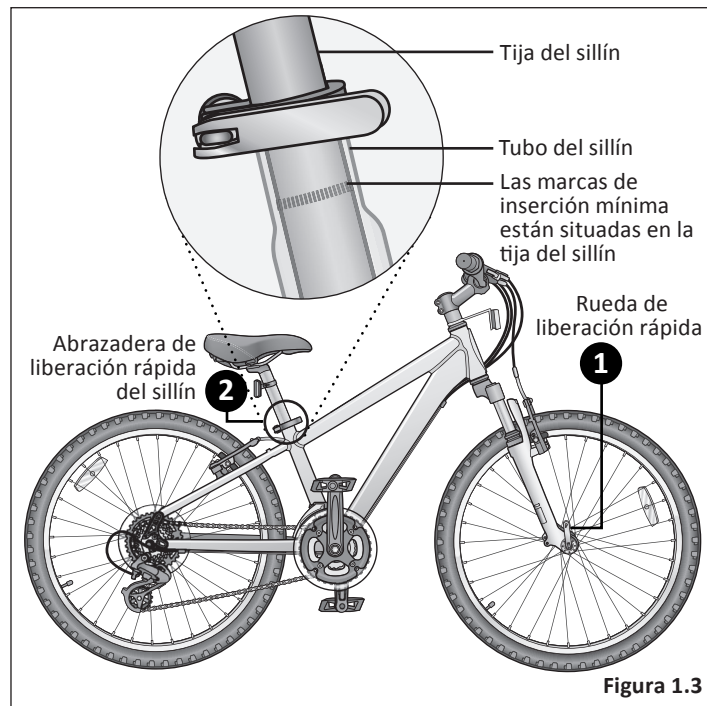

Figura 1.3
- 1 Algunas bicicletas vienen equipadas con palancas de liberación rápida para la rueda delantera. Las ruedas deben estar firmemente bloqueadas. Asegúrese de que la palanca de liberación rápida de la rueda esté firmemente bloqueada en su lugar. **Figura 1.3**